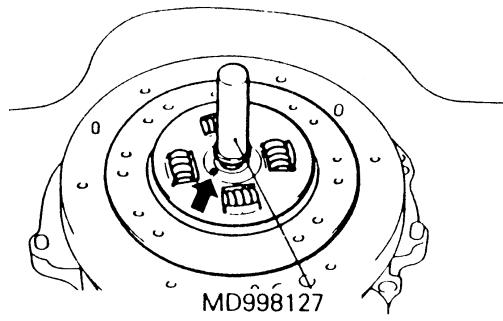

图 3-9 安装离合器片
(1) 安装离合器片时, 对离合器片花键涂敷所规定的润滑脂。所规定的润滑剂为三菱牌润滑脂产品号 0101011 或相当的品种。
(2) 如图 3-9 所示, 用专用工具将离合器片装到飞轮上。